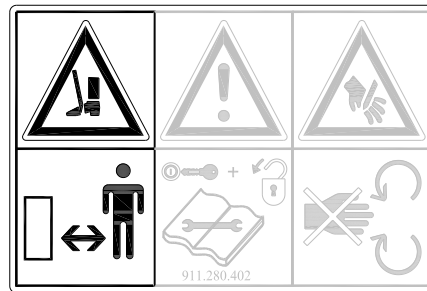

Fig. 4
**¡Mantenga por lo menos 4 metros de distancia!** (Fig. 4)